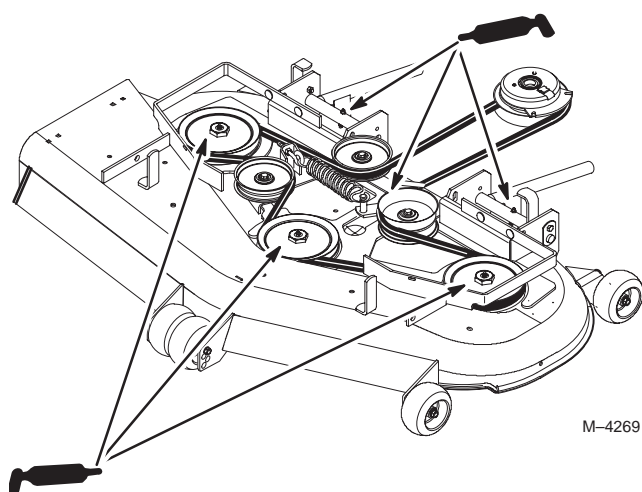

Figure 47
3. Lubrifiez les graisseurs des roulements des trois axes (Fig. 47).
4. Graissez le pivot de la poulie de tension (Fig. 47).
5. Lubrifiez les graisseurs des bras de poussée (Fig. 47).